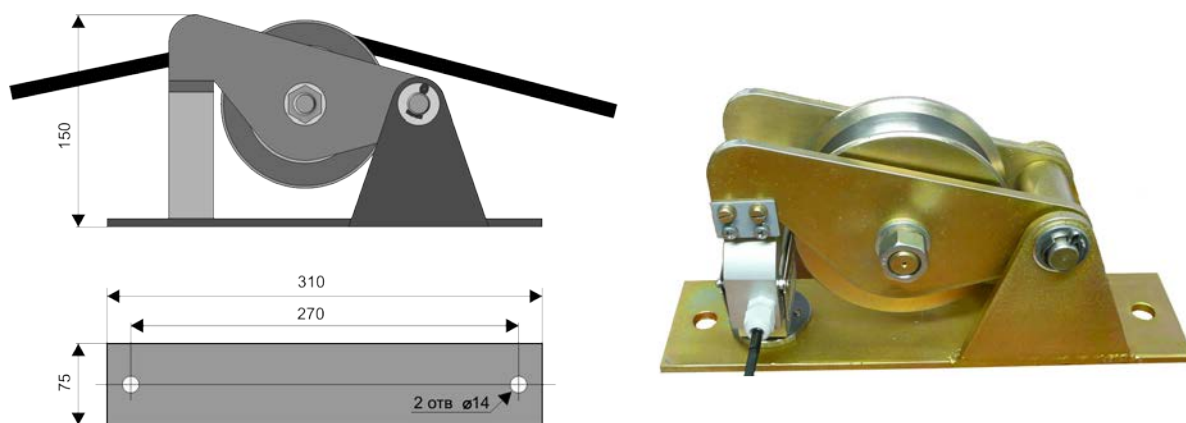

Рис. 5
6.5. Датчик веса груза представляет собой прибор, преобразующий силу натяжения грузового троса, обусловленную массами поднимаемого груза и крюковой обоймы в электрический сигнал. В данной модификации АС-АОГ-01м+ датчик веса груза состоит из двух датчиков усилия, Рис.5, : одного, измеряющего силу натяжения в грузовом тросе основного подъема и другого, измеряющего силу натяжения в грузовом тросе вспомогательного подъема.